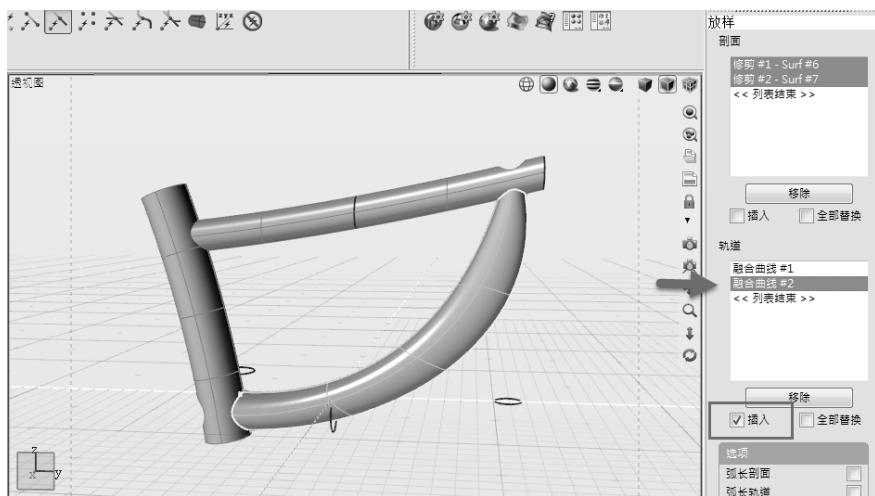

图 5-129 将新的融合曲线插入放样曲面
11) 此时需要将该融合曲线引入放样操作。因此在视图中选中已创建的“放样#1”曲面。在控制面板中勾选“插入”复选框, 并选择上一步创建的新的“融合曲线#2”, 如图 5-129 所示。